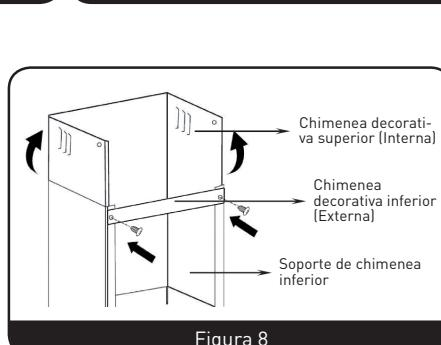

Figura 8
6. El soporte de chimenea inferior sirve para fijar en su sitio la chimenea decorativa inferior. Utilizando 2 tornillos de 4 x 8 mm, fije el soporte de chimenea decorativa a la chimenea decorativa inferior. Antes de fijar el soporte la chimenea, decida la ubicación de los orificios de fijación del soporte y, a continuación, fíjelo a la pared utilizando 2 espiches y 2 tornillos ST4 x 30 mm. No apriete los tornillos en exceso y asegúrese de que la chimenea decorativa superior pueda desplazarse libremente a fin de poder ajustar su altura una vez instalada. (Figura 8)